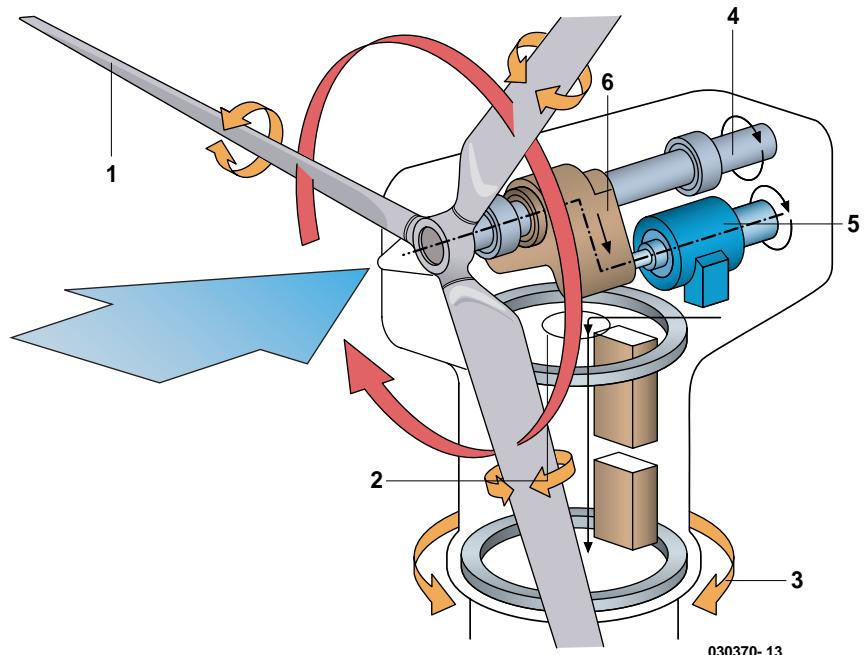

Figure 2. Concept de base d'une turbine tripale.
antes dans la mesure où elles permettent de plus grandes vitesses mais le modèle tripale représenté à la **figure 2** bénéficie quant à lui d'une plus grande stabilité et génère donc moins de vibrations. La puissance produite est proportionnelle au carré du diamètre du cercle couvert par les pales, ce qui signifie – pour une turbine standard à axe horizontal – que le doublement de la surface du cercle tracé par l'extrémité des pales en mouvement double le potentiel de puissance générée.
À la **figure 2**, la turbine tripale (1) peut voir le comportement de ses pales modifié. En modifiant l'inclinaison (2), les pales peuvent opérer avec une efficacité maximum malgré des conditions de vent changeantes.